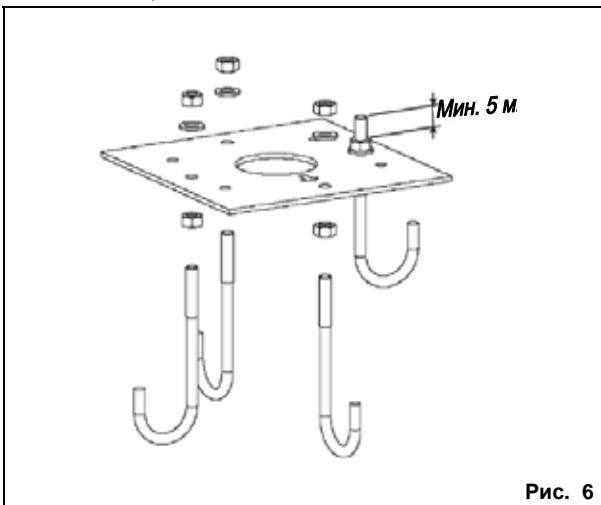

Рис. 6
- Сборку крепежной плиты следует выполнять согласно рис. 6.